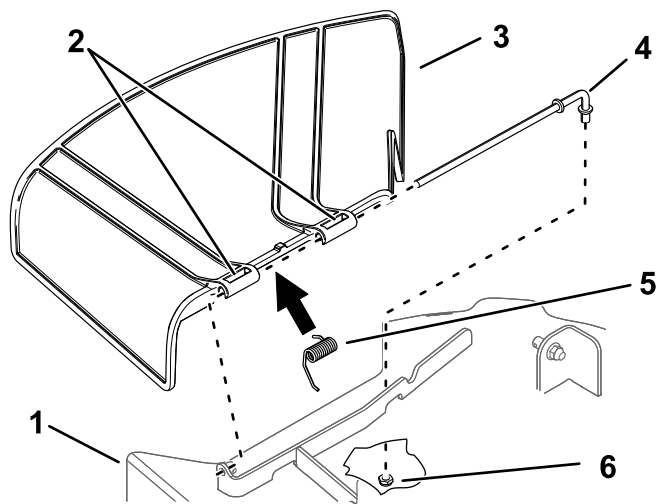

図 75
1. デッキの下側にあるロッド固定ナット $\frac{3}{8}$ "を取り外す 図 75。
2. ロッドを、短い取り付け部から抜き取ると、スプリングとデフレクタが外れてくる 図 75。
4. デフレクタを交換する (図 75)。
7. 2つ目のブラケットに、ロッドを通す 図 75。
9. ロッド後部をデッキに差し込み、ナット $\frac{3}{8}$ "で 図 75のように固定する。